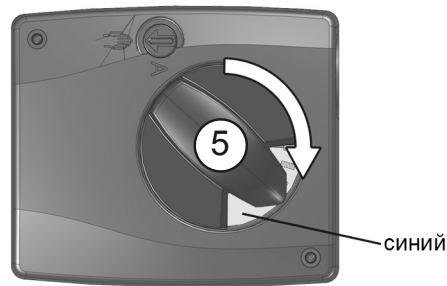

Рис. 17
1. Муфту (1) и латунную заглушку (3), каждую с помощью двух рожковых ключей (SW 36) отвинтить от корпуса арматуры и снять (Рис. 17).